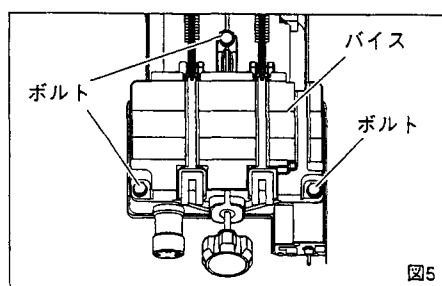
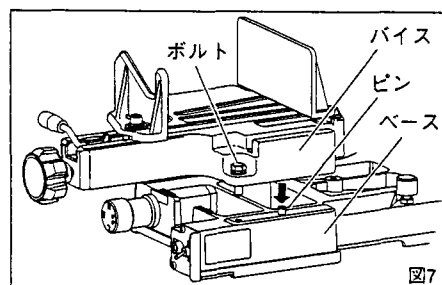

図5
図7
1. バイス交換 (図5～図7)
- ①ボルト3ヶ所を緩め、ボルト、ワッシャを取外してください。(図5)
- ③ベースのピンとバイスのピン穴を合わせながらベースにセットしてください。(図7)
- ④ボルトを締め付けてください。